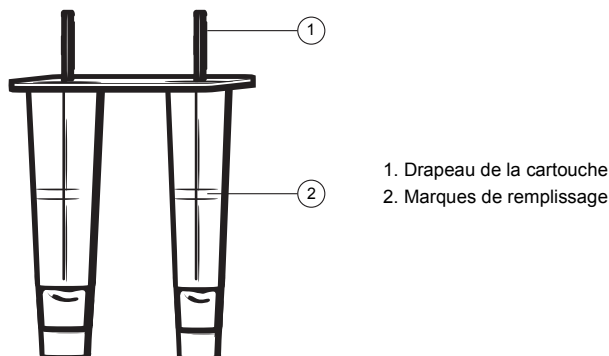

Figure 1. Remplissage de la cartouche
6. Placer le volume d'échantillon approprié dans chaque canal de la cartouche (Figure 1). Voir Tableau 2.